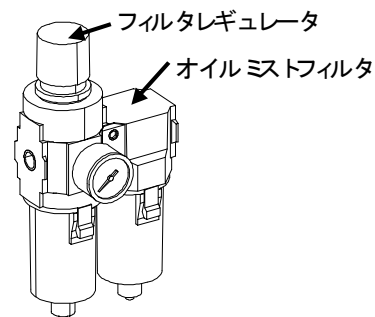

Figure 8-44
8.3.2.1 フィルタレギュレータ, オイルミストフィルタ (Figure 8-44)